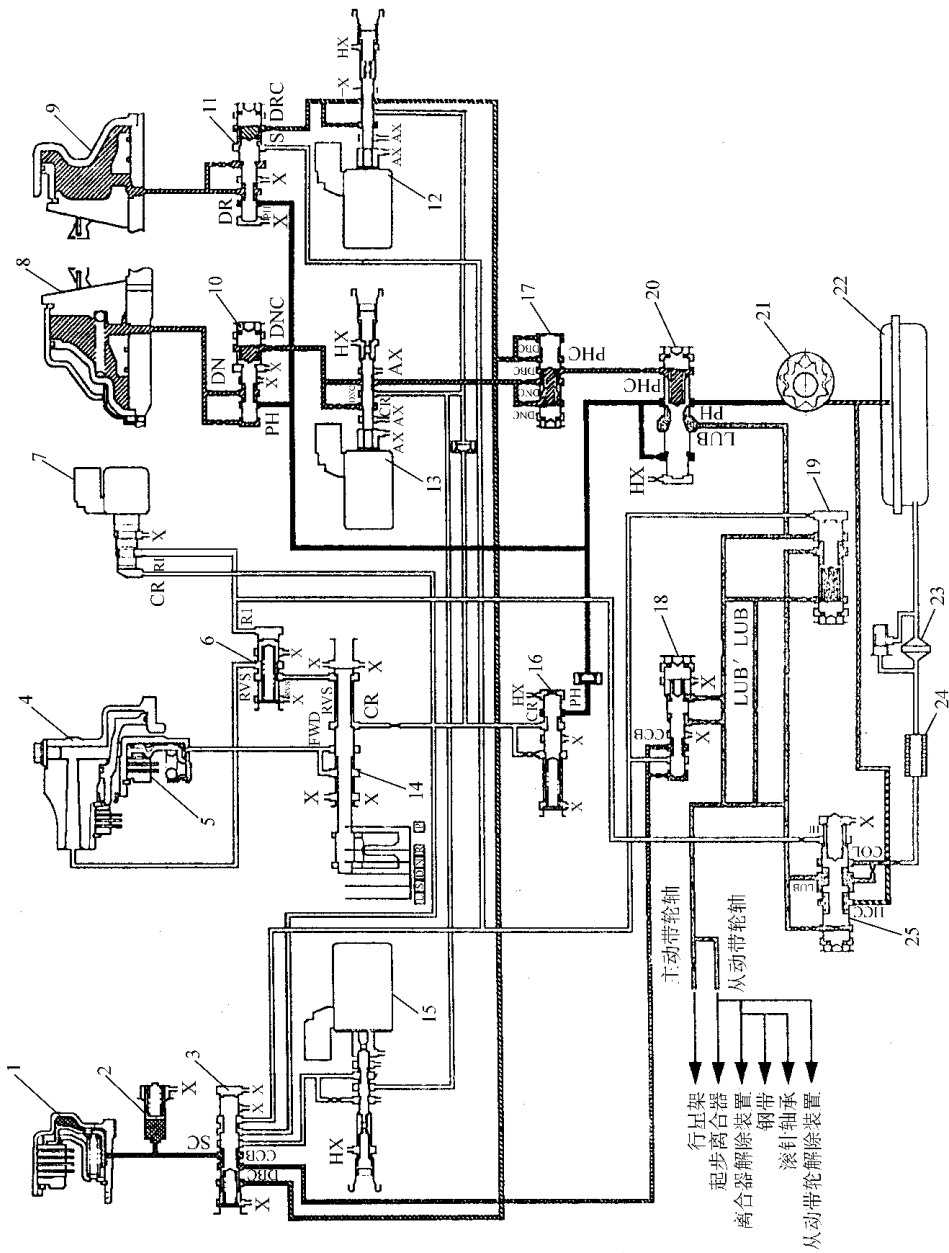

图 5-32 失效保护倒档液压流程
3) 倒档:RVS压力通向倒档限止阀和限止电磁阀,从而允许压力作用于倒档制动器使倒档制动器接合(倒档制动器的失效保护液压工作的原理与正常情况下相同)。液压流程如图 5-32 所示。